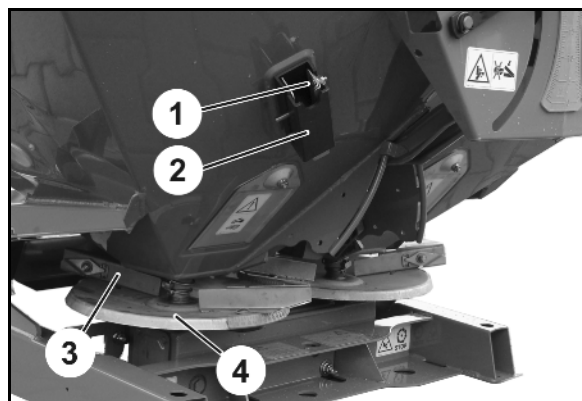

Fig. 82
3. Løsn forskruningen på skovlens udvendige del (Fig. 82/1) med den indvendige sekskant på vingemøtrikken (Fig. 82/2).
4. Indstil aflæsningskanten (Fig. 82/3) på bogstaverne på skalaen (Fig. 82/4) iht. spredetabellen, og spænd forskruningen igen.